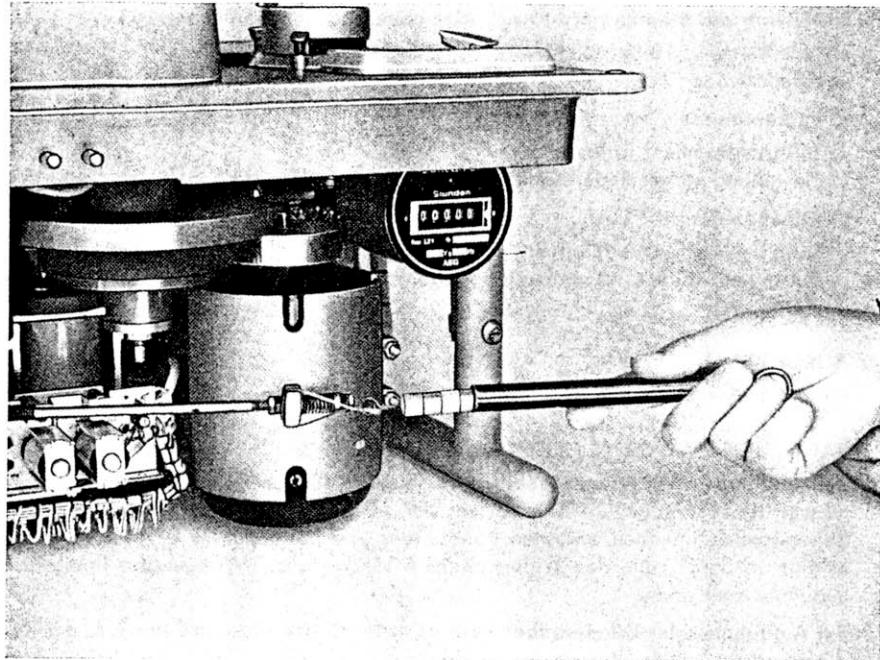

Bild 4: Messung des Tonmotorandrucks
**Meßmethode:** Federwaage mit Schnurschleife an Tonmotorschelle einhängen und entgegen Richtung Zugstange ziehen (siehe Bild 4).